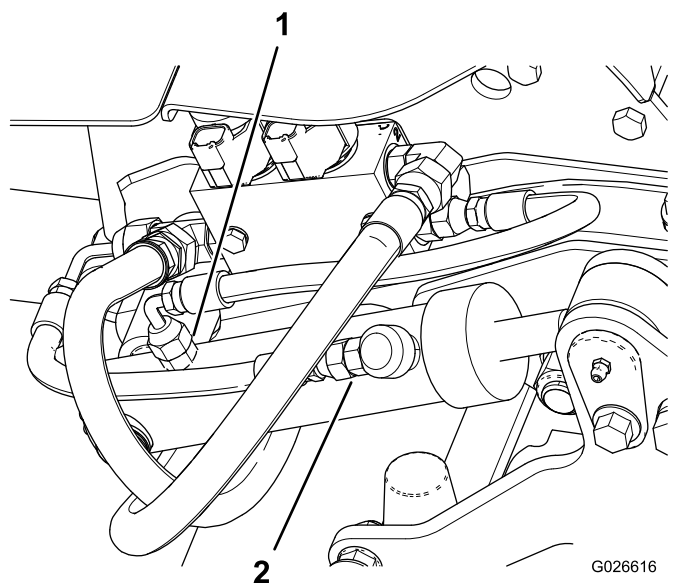

図 11
2. デッキ昇降シリンダの後ポートについているホースを外す 図 11。
7. デッキ昇降シリンダの前ポートについているホースを外す 図 11。